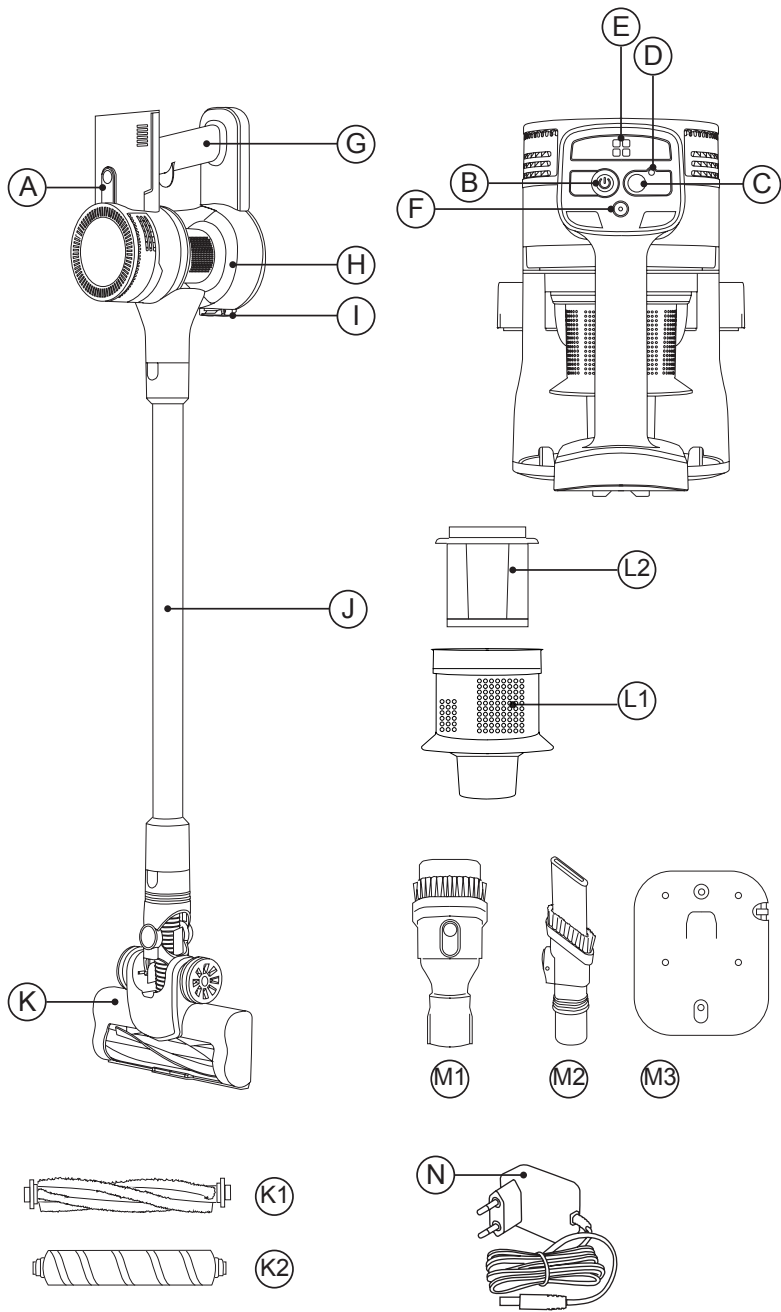

Fig. 1
- Coloque el cepillo para suelos o el accesorio deseado en el tubo (fig. 1) o directamente en el cuerpo principal.